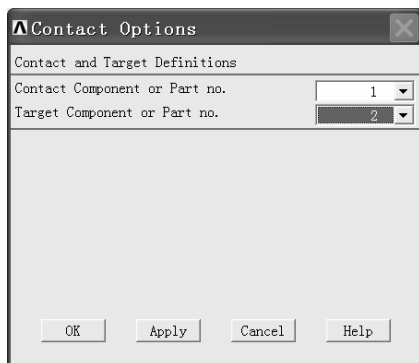

图 4-24 “Contact Options”窗口
(2) 在“Contact Parameter Definitions”窗口中的“Contact Type”后的第一个方框中选择“Surface to Surf”(选中后背景为蓝色), 在“Contact Type”后的第二个方框中选择“Automatic (ASTS)”。
(3) 在“Contact Parameter Definitions”窗口中的“Static Friction Coefficient”后的方框内输入“0.3”。
(4) 在“Contact Parameter Definitions”窗口中的“Dynamic Friction Coefficient”后的方框内输入“0.3”, 然后单击该窗口中的“OK”按钮, 弹出“Contact Options”窗口(见图 4-24)。